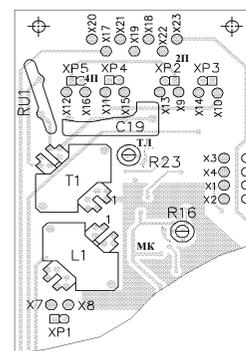

Рисунок 1
5.1.2 Установите на плате устройства перемычки на разъемы (рисунок 1), соответствующие выбранным режимам работы, или запаяйте перемычки на дублирующие их контакты: